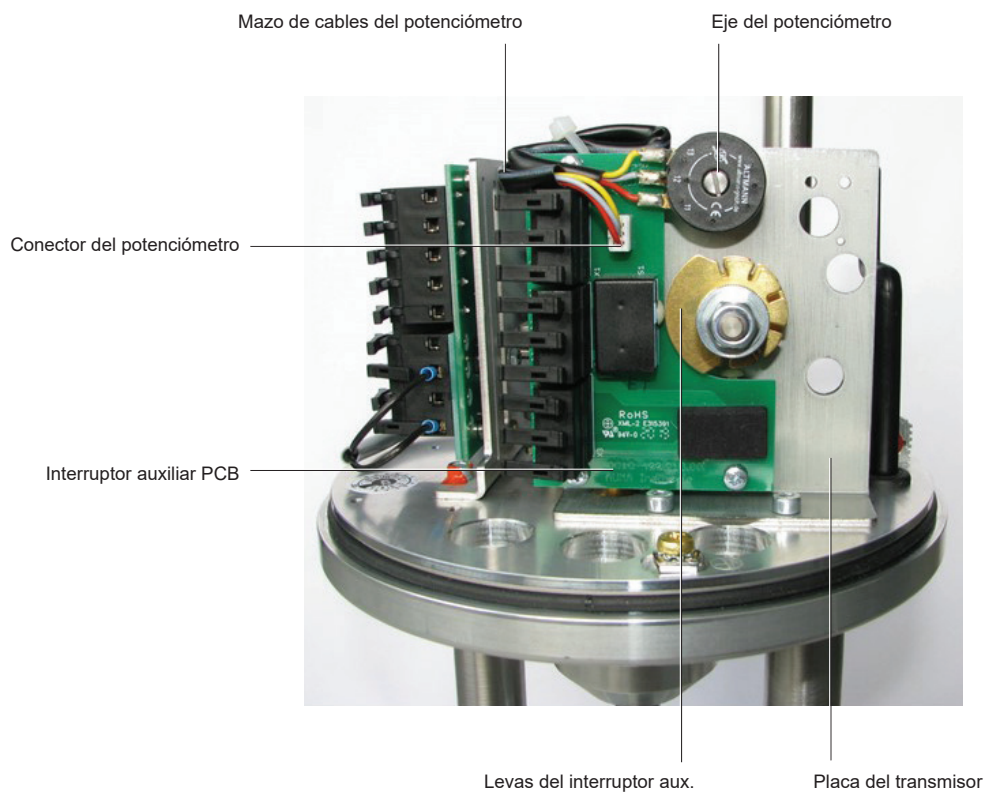

Fig. 11 Instalación y ajuste del potenciómetro (1-6 kN)
- Consulte la Fig. 11 Instalación y ajuste del potenciómetro (1-6 kN) para obtener información sobre el producto
- Conecte el mazo de cables al conector del potenciómetro tal y como se indica en la Fig. 11 Instalación y ajuste del potenciómetro (1-6 kN)